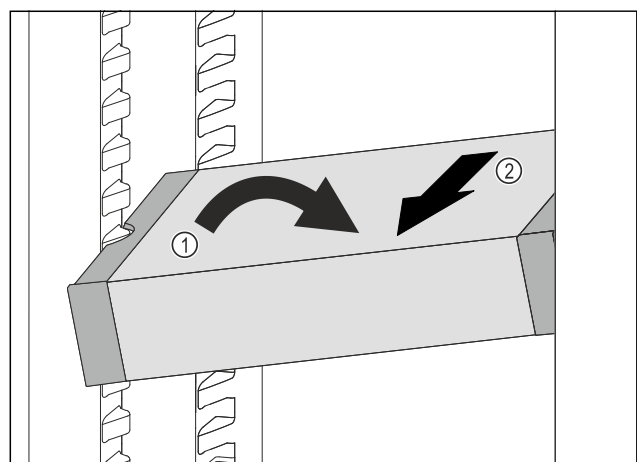

Fig. 168
- ▶ VarioSafe in het koelgedeelte schuin zetten. Fig. 168 (1)
- ▶ VarioSafe naar voren toe verwijderen. Fig. 168 (2)